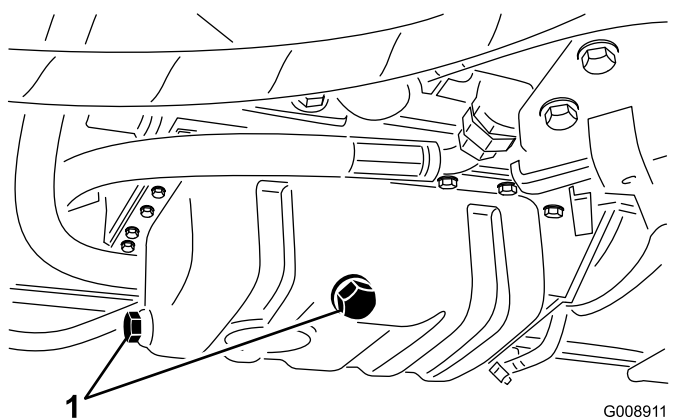

Figura 63
3. Togliete un tappo di spurgo (Figura 63) e lasciate defluire l'olio in una bacinella; quando l'olio smette di defluire, montate il tappo di spurgo.